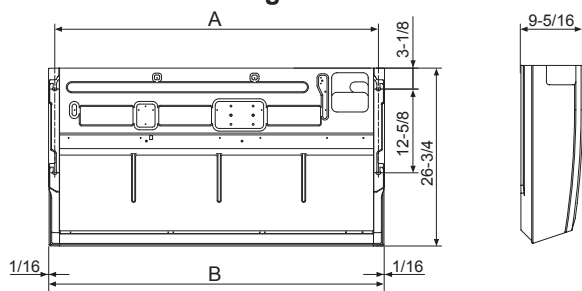

Fig. 3-2
①	Rondelle	4
②	Gaine protectrice de tuyau	1 Grande taille (pour la tuyauterie à gaz)
③	Gaine protectrice de tuyau	1 Petite taille (pour la tuyauterie à liquide)
④	Courroie	4
⑤	Douille	1 Marquée "UNIT" (APPAREIL)
⑥	Socket cover	1
⑦	Gaine de la douille	1
3.2. Préparation à l'installation (Fig. 3-2)